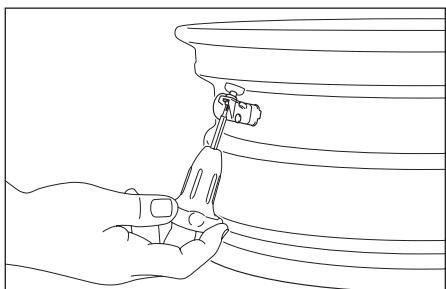

Fig. 4
2. Con la ayuda de una herramienta de vástago de válvula de neumáticos estándar, extraiga el vástago de la válvula a través del orificio y deséchelo. Utilice un mazo de caucho o un bloque de madera para evitar dañar la llanta. (ver Fig. 4)
2. Con la ayuda de una herramienta de vástago de válvula estándar, deslice el vástago a través del orificio hasta que el vástago de la válvula se asiente por completo. Para evitar dañar el sensor y la llanta, utilice un mazo de caucho o un bloque de madera entre la llanta y la herramienta de vástago de válvula para asegurarse de que la válvula esté derecha. (ver Fig. 4)